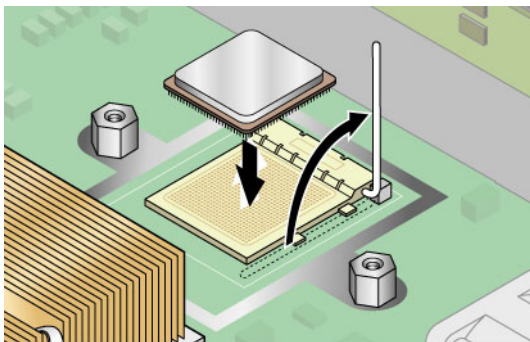

图 4-36 将 CPU 安装在它的插槽中
2. 确保插槽的释放杆处于完全打开的垂直位置（请参见图 4-36）。